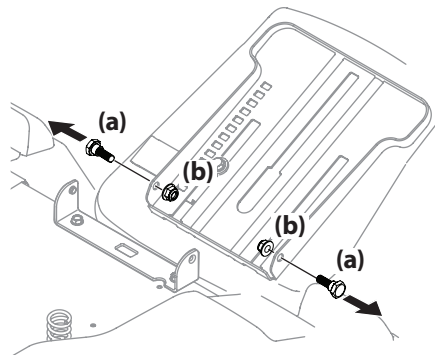

Figure 2-9
- Retirez les deux boulons à épaulement (a) et les deux écrous autobloquants à bride (b) du support du siège (c). Voir Figure 2-9.